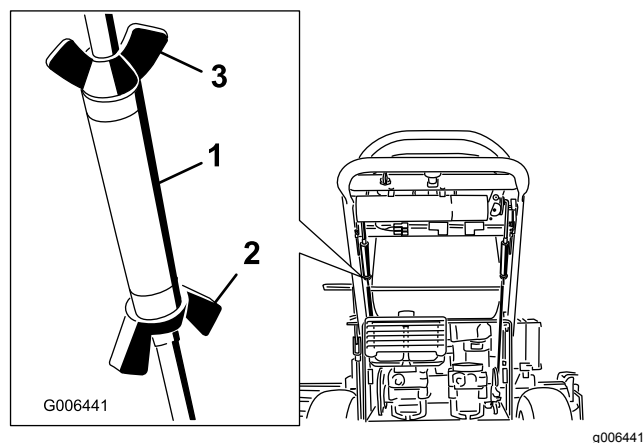

Рисунок 30
3. Закрепите винтовую стяжку на месте с помощью барашковых гаек (Рисунок 30).
5. Закрепите винтовую стяжку на месте с помощью барашковых гаек (Рисунок 30).